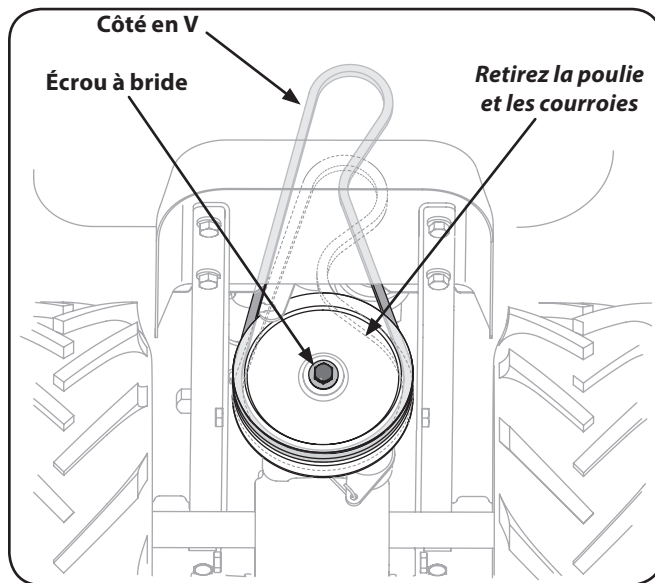

Figure 7-5
6. Retirez l'écrou à bride qui fixe la poulie d'entraînement de la transmission, puis retirez la poulie et les deux courroies. Voir Figure 7-5.